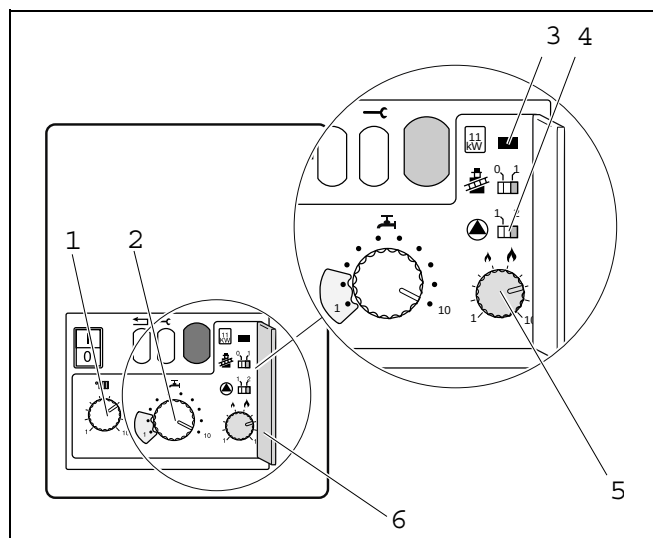

Abb. 17 Bedienebene
- Regler (Abb. 17, Pos. 1) auf die gewünschte maximale Vorlauftemperatur, je nach Auslegung der Anlage und entsprechend Tab. 3 einstellen.
- Mit dem Regler (Abb. 17, Pos. 2) gewünschte Warmwassertemperatur entsprechend Tab. 4 einstellen.
- Jumper entfernen (Abb. 17, Pos. 3) und aufbewahren.
- Abdeckung der 2. Bedienebene aufklappen (Abb. 17, Pos. 6).
- Heizleistung je nach dem erforderlichen Wärmebedarf (Tab. 5) am Regler (Abb. 17, Pos. 5) einstellen. Bei der Einstellung die Leistungsverluste durch das Abgassystem beachten (Tab. 6).
- Schalter  (Abb. 17, Pos. 4) in Stellung "1" bringen. Pumpennachlaufzeit 4 min.